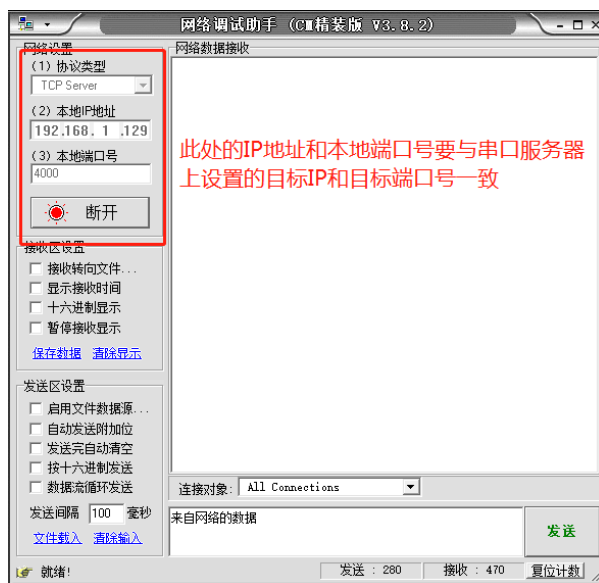

图 4.10 网络调试助手设置为 TCP 服务器
用“网络调试助手 V3.8”软件来模拟用户的 TCP 服务器，具体设置如图 4.10 所示。
- ① 图 4.10 中的本地 IP 即为电脑 IP；本地端口号可以自行设置，但要与串口服务器中的目标端口号一致。